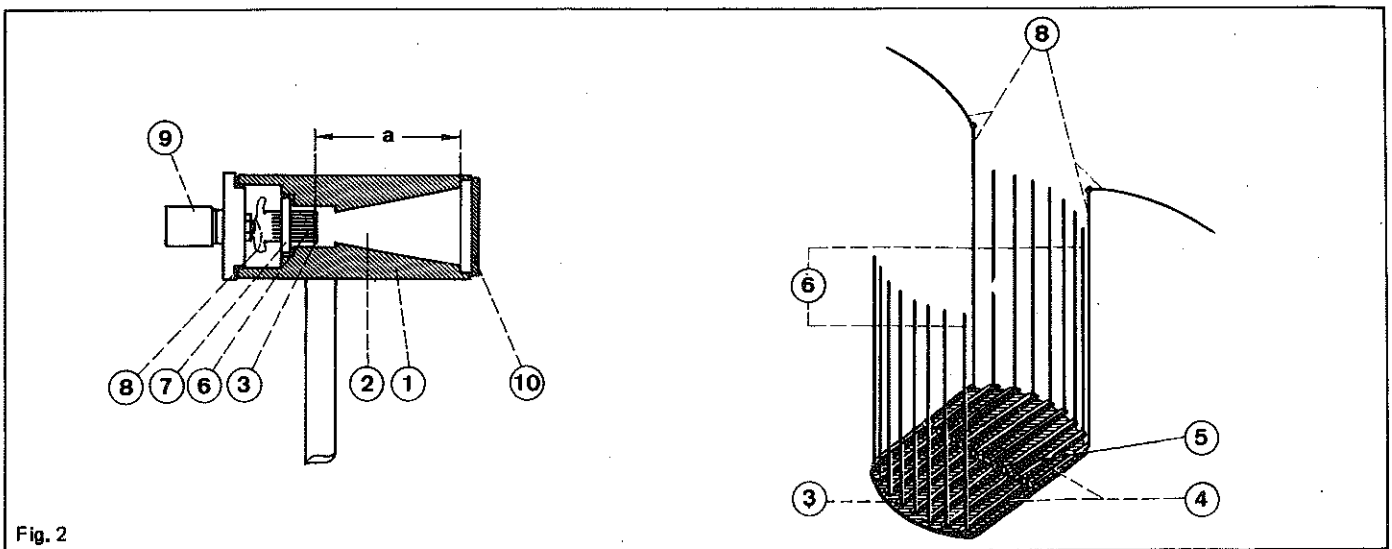

Fig. 2
Abstand *a* (zwischen Thermoelementen und vorderer Öffnung) ca. 50 mm, (siehe Fig. 2)
**2.1 Funktionsteile (vergleiche Abb. 2)**
- ① Massives Metallgehäuse mit Stiel
- ② Polierter Metalltrichter mit 22° Öffnungswinkel und kleinster Durchlaßöffnung von 10 mm Durchmesser
- ③ Geschwärzte Scheibe, auf deren Rückseite sich auf dem senkrechten Flächendurchmesser die Meßstellen ⑤ der 16 in Reihe geschalteten Thermoelemente ④ befinden.
- ④ Thermoelemente
Thermocouples: 16 thermocouples, series connected, composed of constantan-manganin strips, silver-soldered. Diameter of the measuring surface: 10 mm. Distance *a* (between thermocouples and front opening): approx. 50 mm (see Fig. 2)
**2.1 Functional parts (see Fig. 2)**
- ① Massive metal housing with rod
- ② Polished metal funnel with a 22° angle of aperture, min. transmittance aperture 10 mm
- ③ Blackened disk on the rear of which the soldered test junctions ⑤ of the 16 series-connected thermocouples ④ are positioned on the vertical plane diameter
- ④ Thermocouples
## 2.2 Funktionsweise (siehe Abb. 2)
## 2.2 Operation (see Fig. 2)